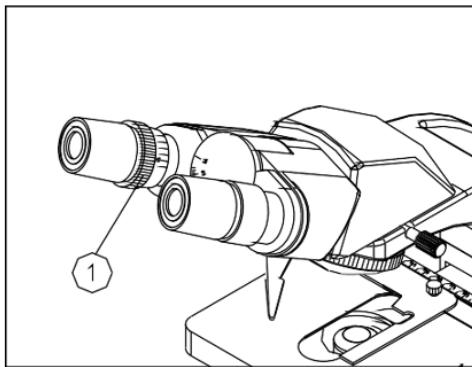

Fig.23
3.2.7 Ajuste de la dioptría (Fig.23)